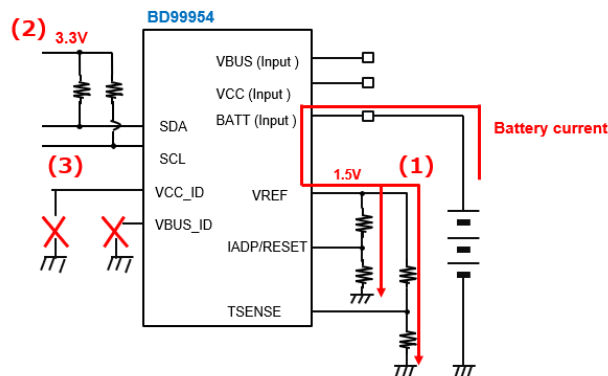

Figure 5-6. Power save mode 時の外付け抵抗への電流経路
BD99954 は 4 つの Power save mode があります。Table 5-2 に記載している 0x7C POWER SAVE MODE[2:1] で Power save mode を設定できます。バッテリーが接続されていて、VBUS/VCC の入力接続していないときに Power save mode は有効となります。Figure 5-4、Figure 5-5 の遷移図のように入力が接続されプラグインすると Power save mode から 0x7C=0h の Normal operation mode に自動で変更されます。レジスタは変更されないで、入力がプラグオフするとレジスタ設定に応じた Power save mode に自動で戻ります。Power save mode を切替えるときには必ず 0x7C=0h にしてから、Power save mode に切り替えてください。0x7C=0h に切り替えないと、別の Power save mode に遷移しない事があります。データシートの P110 から 113 の記載を参照してください。Table 5-1 の Power save mode 時の回路電流には外付け部品に流れる電流は含まれません。IC 単体の電流の他に Figure 5-6 に記載されているように IADP/RESET 端子、TSENSE 端子、SDA 端子、及び SCL 端子の外付け抵抗に電流が流れます。
Power save mode 時に内部回路を経由して外付け部品に電流が流れます。電流増加の原因となりますので、アプリケーションに応じて部品定数の選定を行う必要があります。Figure 5-6 (1)では VREF 端子を経由して IADP/RESET 端子、TSENSE 端子の外付け抵抗に電流が流れます。電流値を小さくする必要がある場合、は抵抗値を大きく設定してください。Figure 5-6 (2)では SCL と SDA のプルアップ抵抗にも 3.3V の外部電源の消費電流は流れます。SMBus の通信速度に合わせて抵抗値を選定する必要があります。Figure 5-6 (3)では VCC_ID と VBUS_ID が GND に接続している場合、内部回路を経由してバッテリーから電流が流れてしまいます。VCC_ID と VBUS_ID を使用しない場合、端子をオープンとしてください。